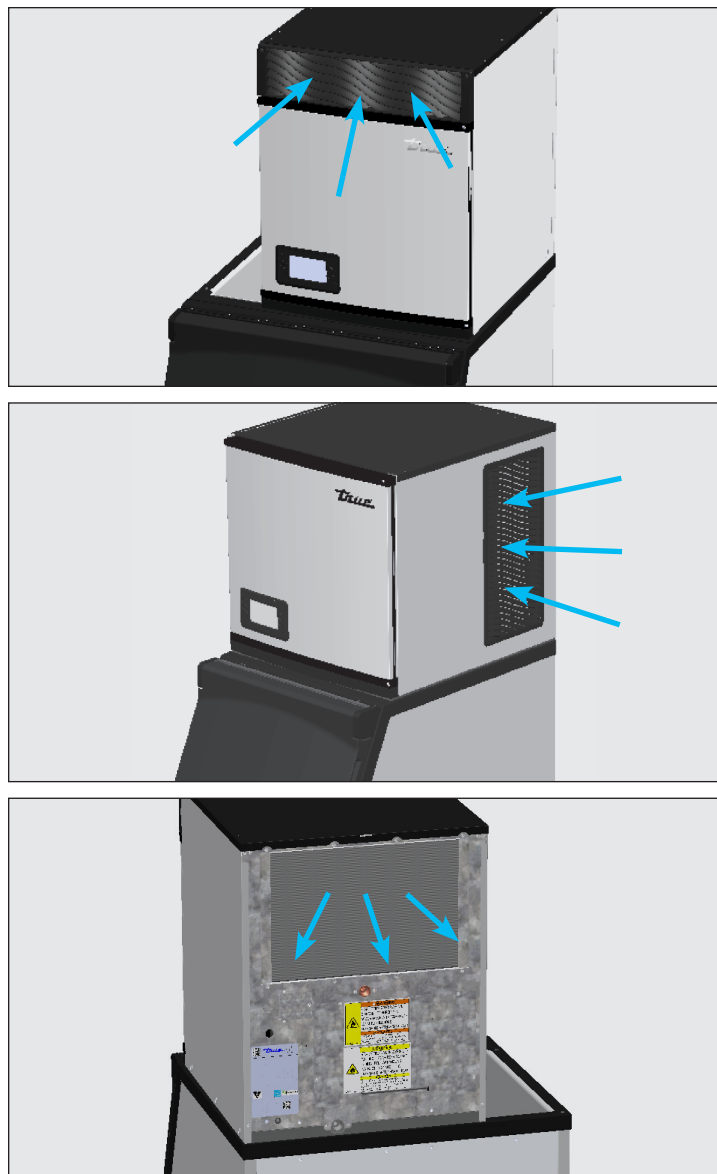

Рис. 1. Воздух поступает спереди/по бокам и выходит сзади.
- Льдогенератор в процессе эксплуатации втягивает воздух спереди или с боков и выпускает воздух сзади. См. рис. 1. Льдогенератор также периодически меняет направление вращения двигателя вентилятора, чтобы удалить грязь со змеевика конденсатора.